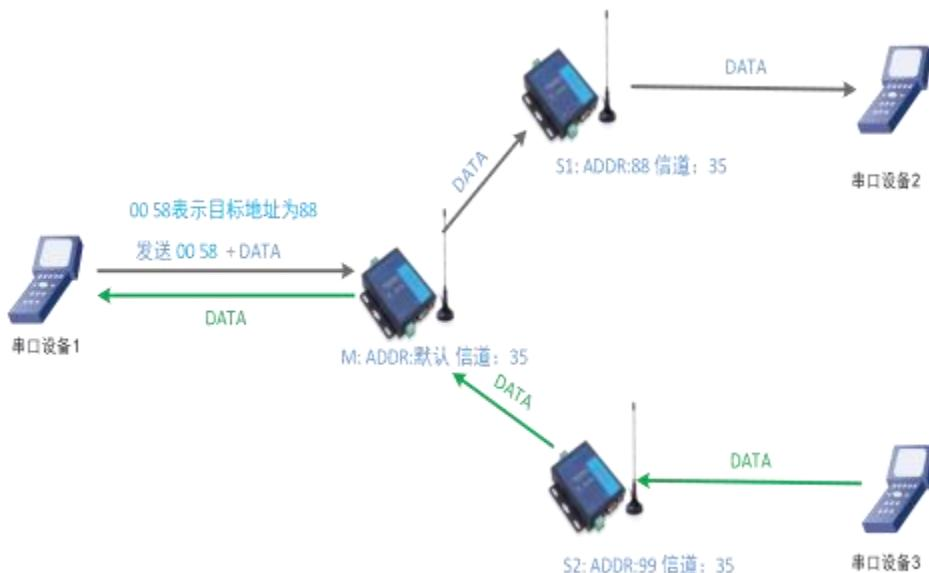

图 17 主从模式下通信流程图
启动两个 USR-TCP232-Test（模拟串口设备 1,2）分别连接 LoRa 数传终端 M、S1，使用 LoRa 数传终端 M 发送数据，LoRa 数传终端 S1 可接收数据，具体数据格式参考“**图 17：主从模式下通信流程**”，通信效果如下图所示：
- 2) 主机向从机发送数据需要遵循一定协议，详见“图 17 主从模式下通信流程图”。